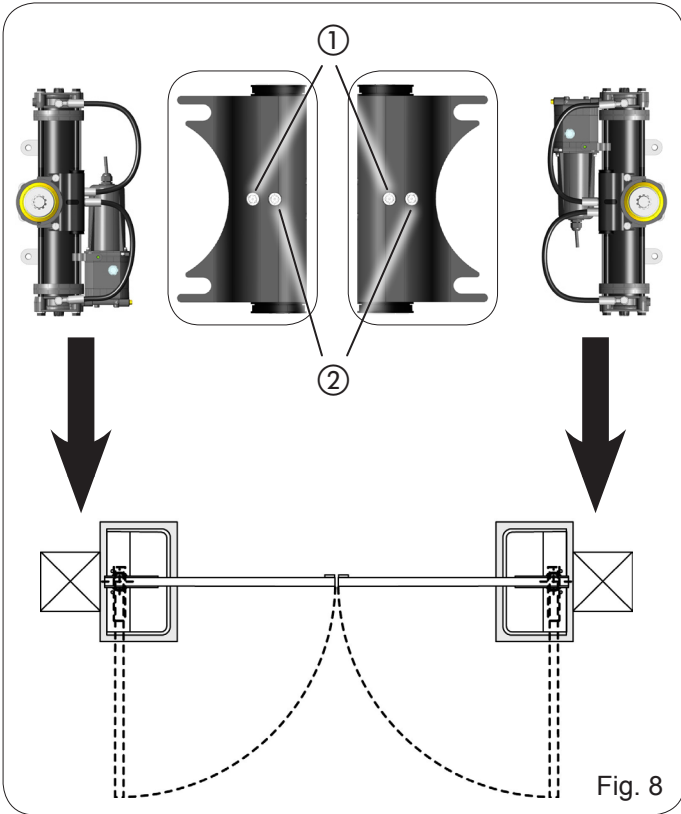

Fig. 8
- 2) Durante el movimiento de la hoja, afloje el tornillo de purga de apertura (Fig. 8 ref. ①)
- 6) Durante el movimiento de la hoja, afloje el tornillo de purga de cierre (Fig. 8 ref. ②).
- 2) Draai terwijl de vleugel in beweging is de ontluchtingsplug voor het openen los (Fig. 8 ref. ①)
- 6) Draai terwijl de vleugel in beweging is de ontluchtingsplug voor het sluiten los (Fig. 8 ref. ②)